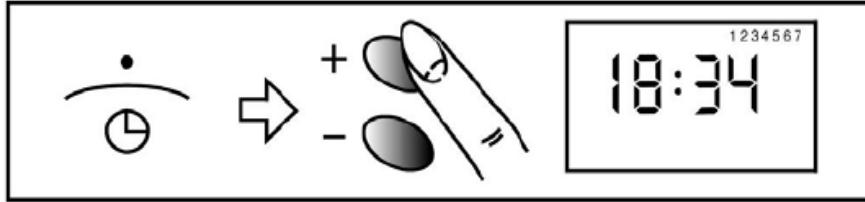

Fig.7
1. Przekręcić pokrętko do ustawienia [symbol] – patrz rys. 7.